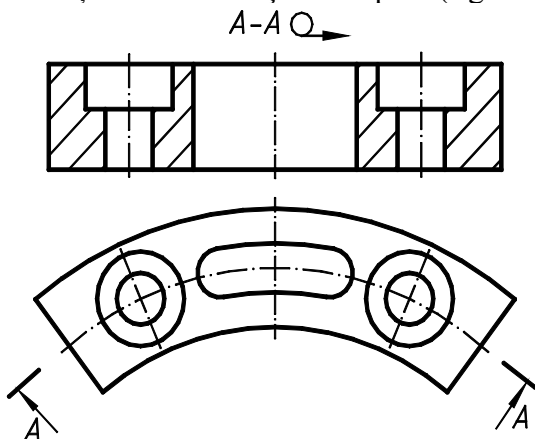

Fig. 5.4
- **secțiune cilindrică**, dacă suprafața de secționare este cilindrică. În acest caz secțiunea se desfășoară în plan (fig. 5.4).